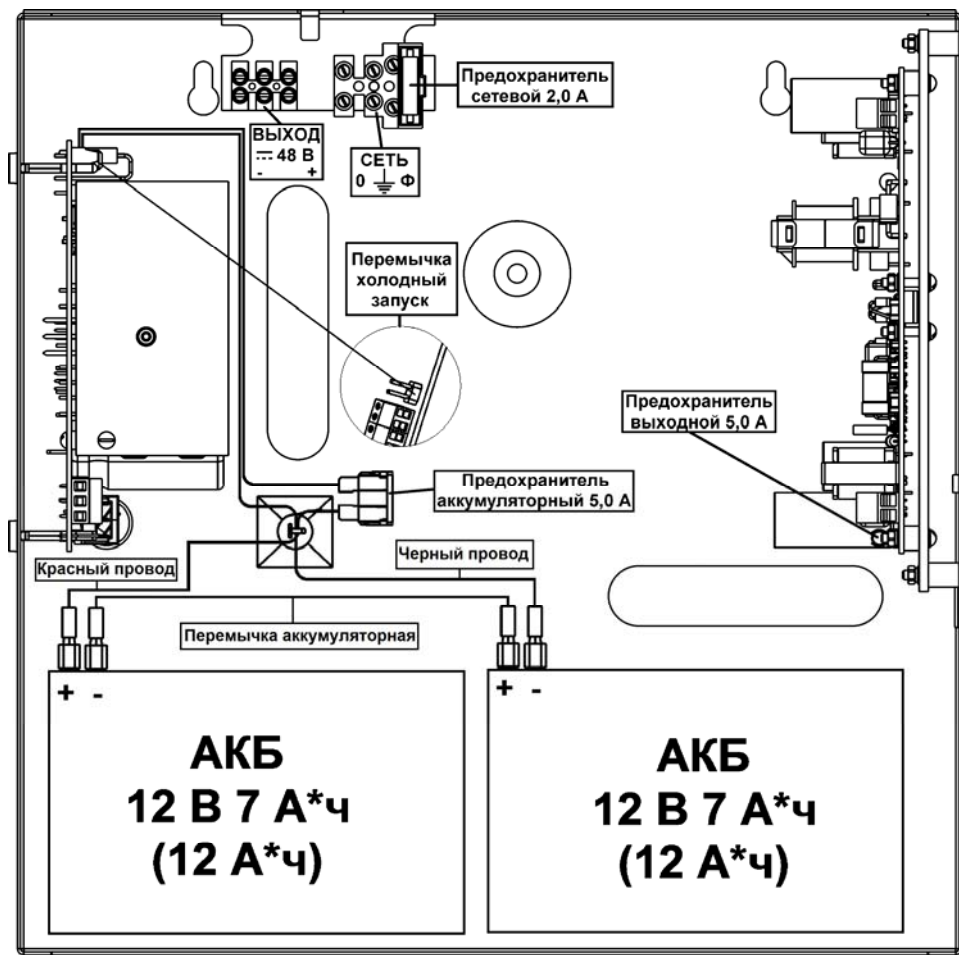

Рисунок 1 - вид изделия с открытой крышкой (АКБ в комплект поставки не входят).
Конструктивно изделие представляет собой металлический корпус, внутри которого размещены (смотри рис. 1): плата зарядного устройства (ЗУ), плата преобразователя напряжения (ПН), колодки для подключения сети и нагрузки, перемычки для подключения АКБ. На перемычках для подключения АКБ, сетевой колодке и плате ПН расположены предохранители. На лицевую сторону корпуса выведены светодиоды «Сеть» и «Выход».
Подключение изделия должно производиться при отключенном сетевом напряжении и открытой крышке корпуса в следующей последовательности (см. рис. 1):
- проверить правильность произведенного монтажа (см. рисунок 1);